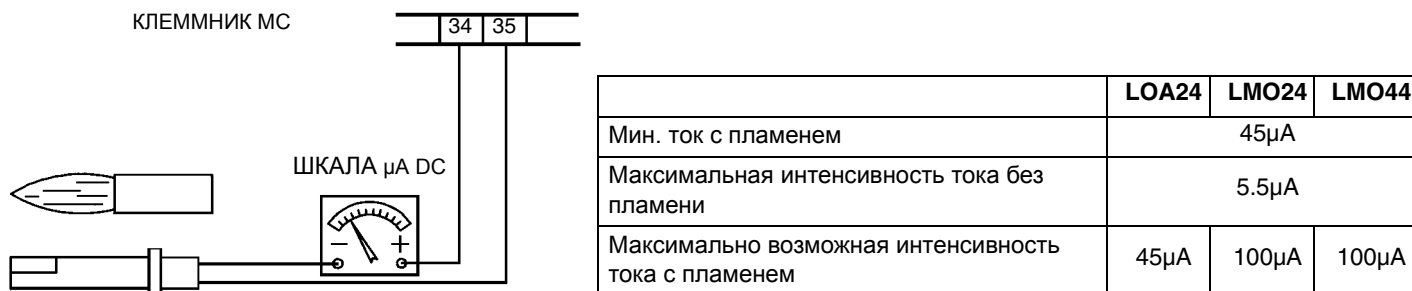

Рис. 21
- Проверить и тщательно почистить фоторезистор улавливания пламени, если необходимо заменить его. В случае возникновения сомнения, проверить контур улавливания пламени после установки на место горелки и ввода ее в действие, следуя схеме на Рис. 21;